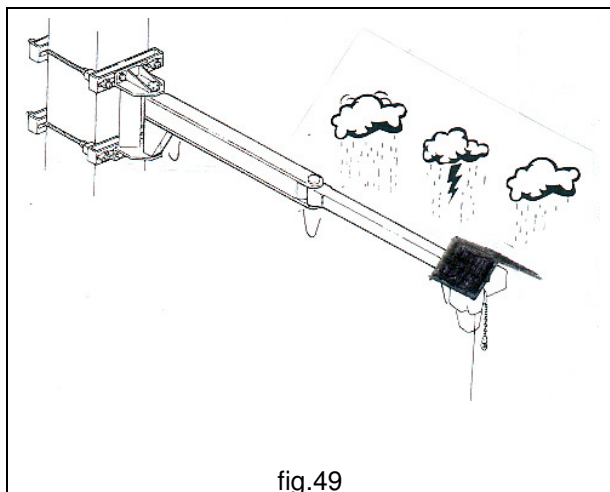

fig.49
- **utilisation en plein air** : la potence peut être exposée aux agents atmosphériques durant et après l'utilisation. Les parties électriques du palan doivent être munies de protection IP55, il est, par ailleurs, conseillé de protéger le palan avec des toitures et des abris (fig.49)